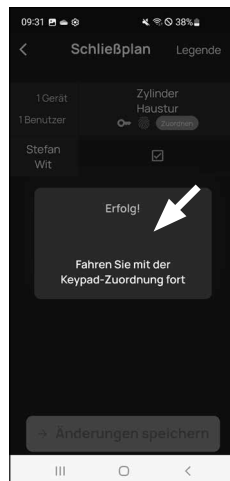

Fig. 6
⑦ Les données sont transmises. Après quelques instants, vous recevrez une confirmation et simultanément, une invitation à attribuer le clavier. Appuyez sur le message de confirmation (Fig. 6).